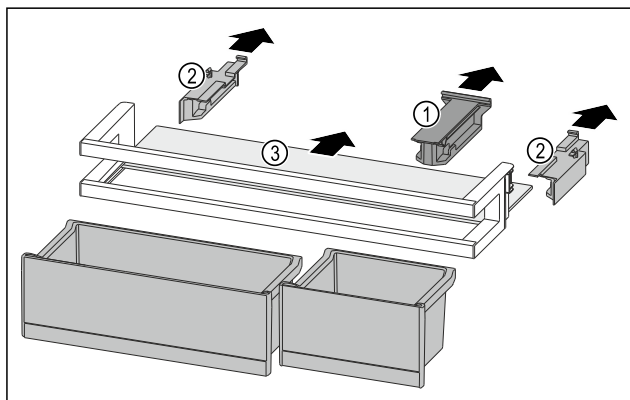

Fig. 117
- ▶ Držák Fig. 117 (1) stáhněte.
- ▶ Boční díly Fig. 117 (2) stáhněte.
- ▶ Odkládací plochu Fig. 117 (3) odeberte.